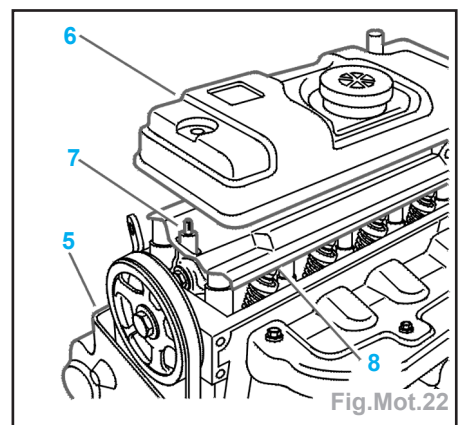

Fig.Mot.22
- Déposer (Fig.Mot.22) :
- le couvre-culasse (6),
- les deux entretoises (7),
- la tôle déflectrice (8).